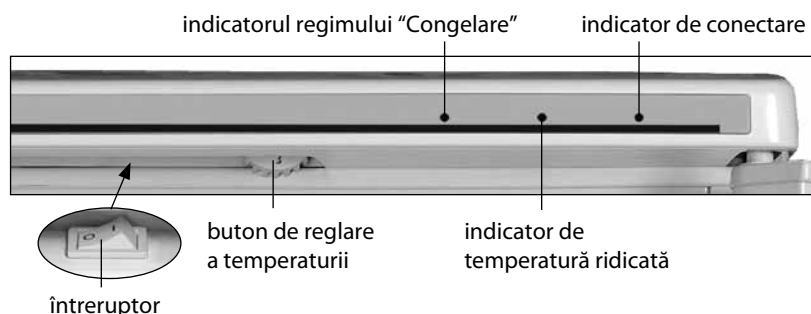

Figura 3 – Elemente de comandă a congelatorului
2.1.1 Elementele de comandă în conformitate cu figura 3 sunt:
rețeaua electrică – se va aprinde indicatorul de conectare în conformitate cu figura 3.
2.4.1 Conectarea regimului „Congelare” se efectuează prin apăsarea întrerupătorului la indicele „I” – se aprinde indicatorul regimului, la apăsare la indicele „0” regimul se deconectează și indicatorul se stinge în conformitate cu figura 3.